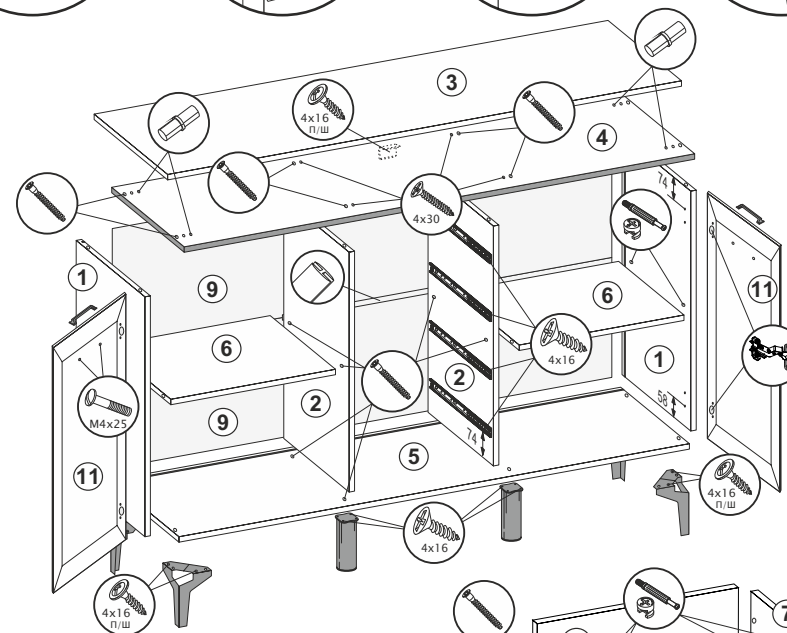

Рис.2
11. Соединить детали ящика (7,8) еврошурупами. Замерить диагонали получившихся ящиков и прибить ХДФ (10) гвоздями 2x20 (рис.2).
12. К створкам (12) прикрутить ручки винтами М4x10 П/Ш. Установить створки (12) на собранные ящики с помощью эксцентриков (рис.2).
13. Прикрутить ответные части направляющих по центру деталей ящика (7) шурупами 4x16 (рис.2).